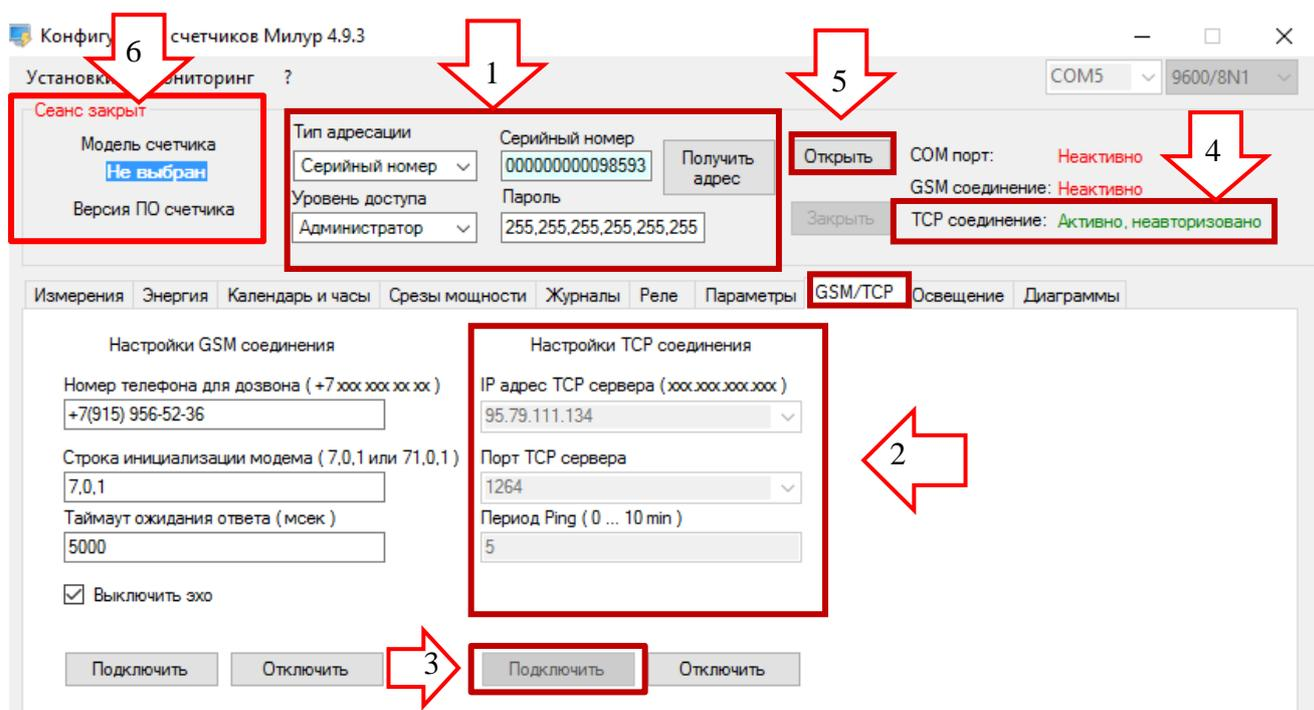

Рисунок 24 – Настройки TCP-соединения
- нажать кнопку «Получить адрес» (рисунок 24→1);
- на вкладке «GSM/TCP» ввести IP - адрес и IP - порт используемого TCP - сервера, которые были заданы в SMS-сообщении (рисунок 24→2);
- нажать кнопку «Подключить», находящуюся под настройкой TCP – соединения (рисунок 24→3);
- в верхнем меню сеанса связи Конфигуратора счетчиков Милур напротив TCP - соединения появится надпись: «Активно, неавторизовано» (рисунок 24→4);
«Открыть» (рисунок 24→5);
- на панели настроек конфигулятора отобразится надпись: «Сеанс открыт: администратор», считаются данные о модели счетчика и версии его ПО (рисунок 24→6);